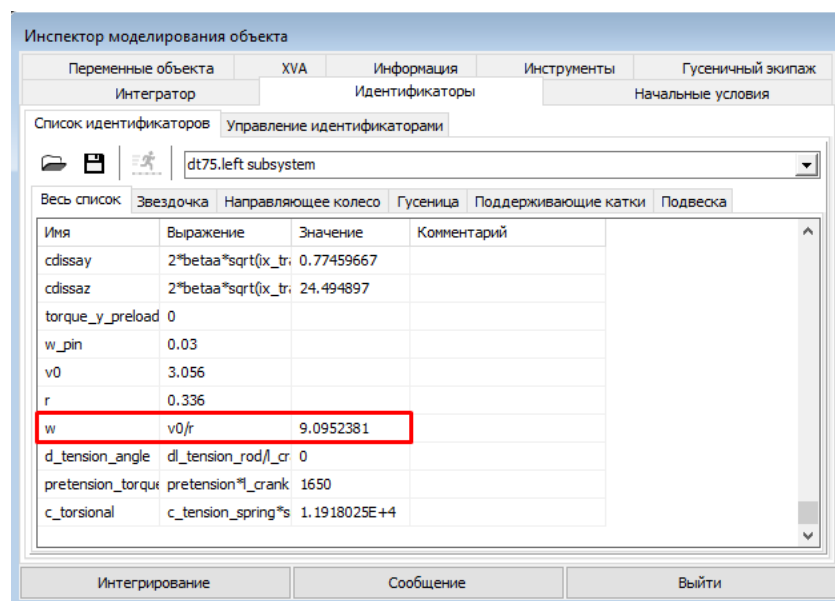

Рис. 11. Параметризация угловой скорости ведущего колеса
3. В выпадающем списке выберите **left subsystem** и найдите идентификатор **w**, параметризующий угловую скорость звездочки, рис. 11. Угловая скорость рассчитывается по следующей формуле: